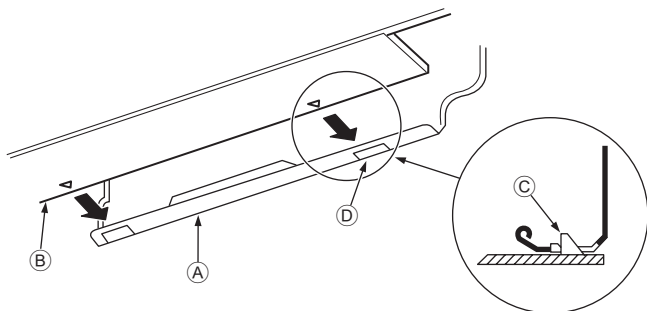

Fig. 3-10
3. Устанавливая трубки хладагента и дренажа в отверстие на стене (муфту), подвесьте верхнюю часть внутреннего блока к монтажной плите ①.
5. Закрепите блок, вдвинув его нижнюю часть в монтажную плиту ①. (Fig. 3-10)